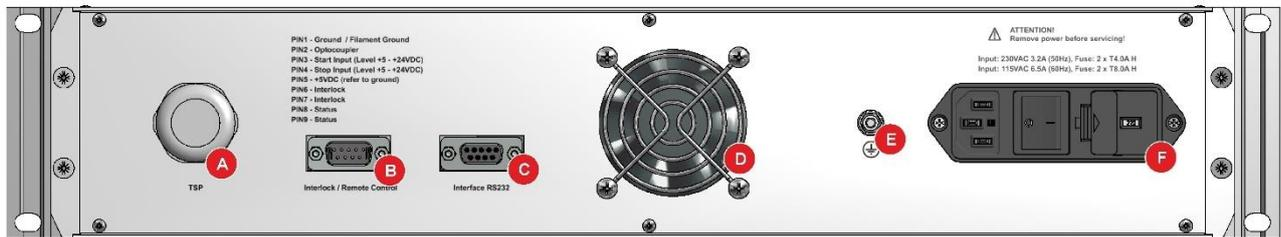
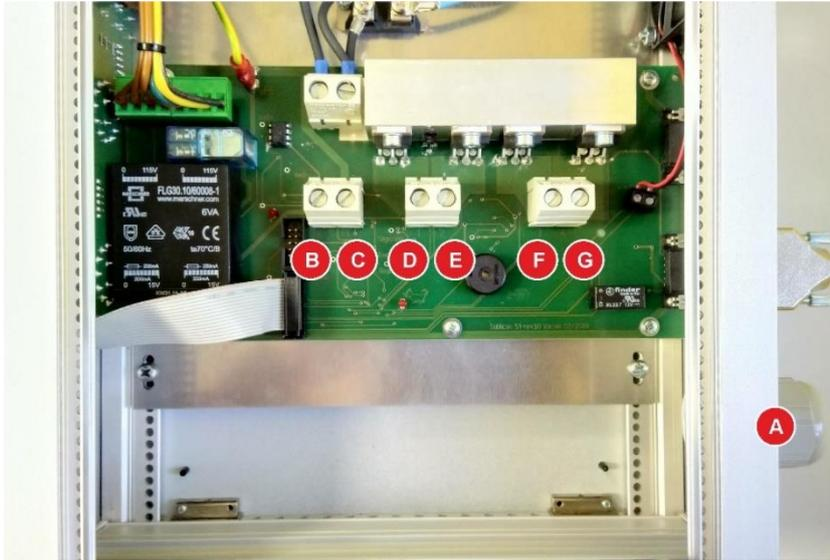
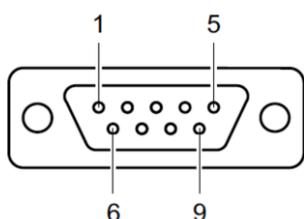
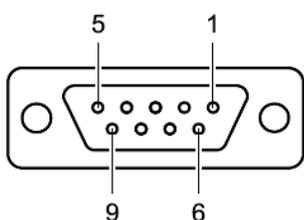

Abbildung 2 – Rückseite des Gerätes
Abbildung 3 – Anschluss Titan-Sublimations-Pumpe (TSP)
Abbildung 4 – Anschlussstecker Interlock / Remote Control (SUB-D, 9-polig)
Abbildung 5 – Anschlussbuchse Interface (SUB-D, 9-polig)
Die Abbildung 2, Seite 15 zeigt die Rückseite des SUBLICON®. Die Belegung der einzelnen Anschlüsse wird in den folgenden Abschnitten beschrieben.
Der Netzanschluss auf der Geräterückseite (📖 Abbildung 2, F, Seite 15) ist für ein Netzkabel vorgesehen, das geräteseitig mit einem Kaltgerätestecker endet. Die Anschlussdaten sind dem Typenschild, sowie den Angaben auf der Geräterückseite zu entnehmen.
Mit Hilfe der Erdungsschraube (📖 Abbildung 2, E, Seite 15) wird das SUBLICON® mit der Erdung der Vakuumkammer verbunden.
Der Anschluss TSP (☞📖 Abbildung 3, Seite 16 sowie Abbildung 2, A, Seite 15) ist für den Anschluss der Titan-Sublimations-Pumpe (TSP) über ein geeignetes Starkstromkabel vorgesehen.
- Führen Sie das Starkstromkabel durch die Kabeldurchführung an der Geräterückseite und klemmen Sie die Adern entsprechend der Belegung (☞📖 Abbildung 3, Seite 16) an. Achten Sie dabei auf eine saubere Verlegung und den festen Sitz der Klemmschrauben.
Der Anschluss Interlock / Remote Control (☞📖 Abbildung 4, Seite 17 sowie Abbildung 2, B, Seite 15) ermöglicht die elektrische Verriegelung sowie die Fernsteuerung des Gerätes.
Der Anschluss Interface RS232 (☞📖 Abbildung 5, Seite 17 sowie Abbildung 2, C, Seite 15) ermöglicht die Bedienung des Gerätes über einen Computer oder ein Terminal.